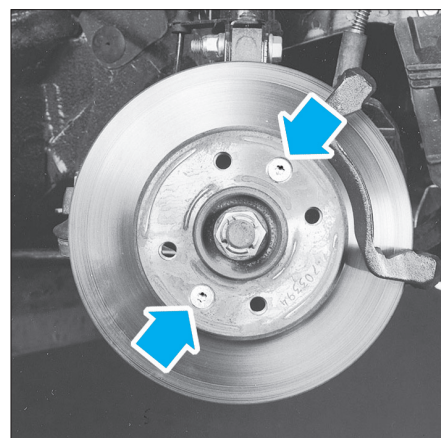

Fig. 3
- Déposer les vis de fixation du disque sur le moyeu et le dégager (Fig.3).